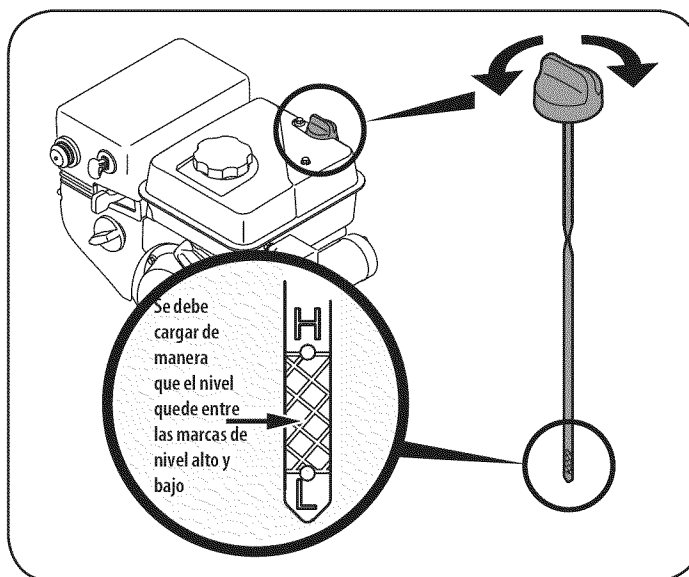

Figure 26
1. Retire el tapón de llenado de aceite/la varilla de medición y limpie la varilla de medición de aceite. Vea la Figure 26.
3. Saque el tapón / la varilla de medición de aceite. Si el nivel es bajo, agregue aceite lentamente hasta que el registro marque entre nivel alto (H) y bajo (L), Figure 26. Consulte la sección Mantenimiento del motor para ver la viscosidad y capacidad de aceite del motor correctas.